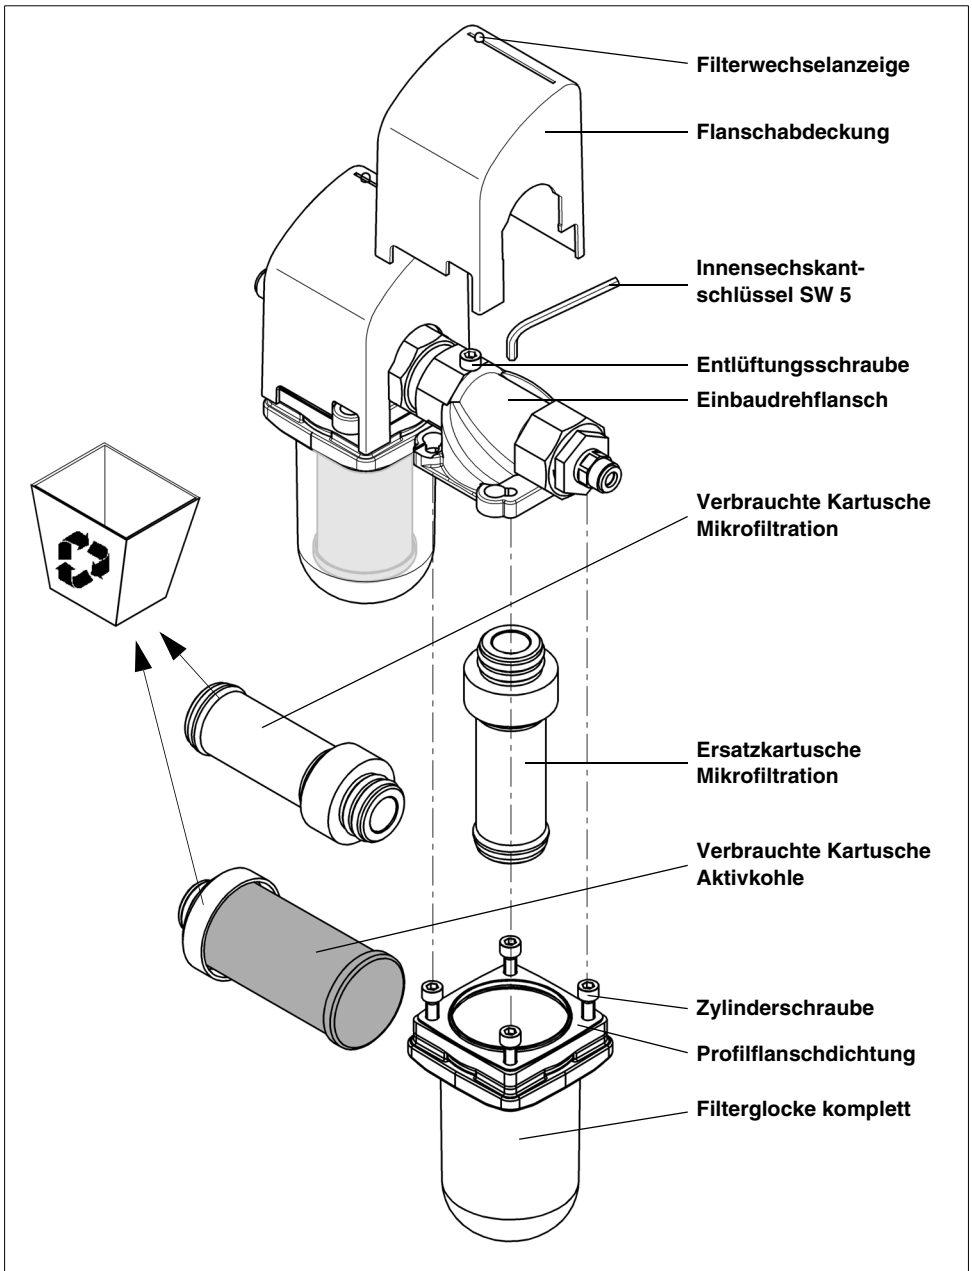

Abb. 11: Kartuschenwechsel
- 4 Flanschabdeckungen nach oben abnehmen (siehe Abb. 11).